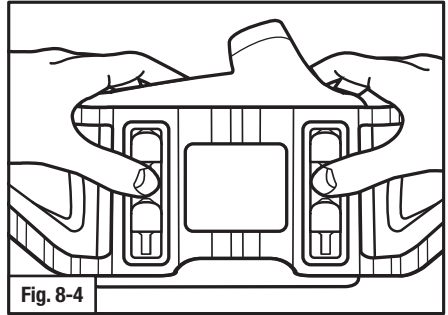

Fig. 8-4
3. Avec les pouces, appuyer de chaque côté de la ceinture entre les trous supérieurs et inférieurs (Fig. 8-4).